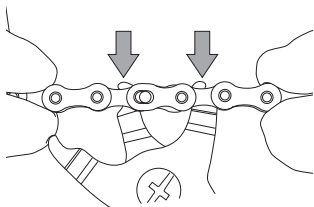

Fig. 10
- Inserite nelle maglie interne adiacenti alla C-Link™ una pinza di chiusura falsa maglia con denti di spessore inferiore a 1,8 mm (Fig. 10).